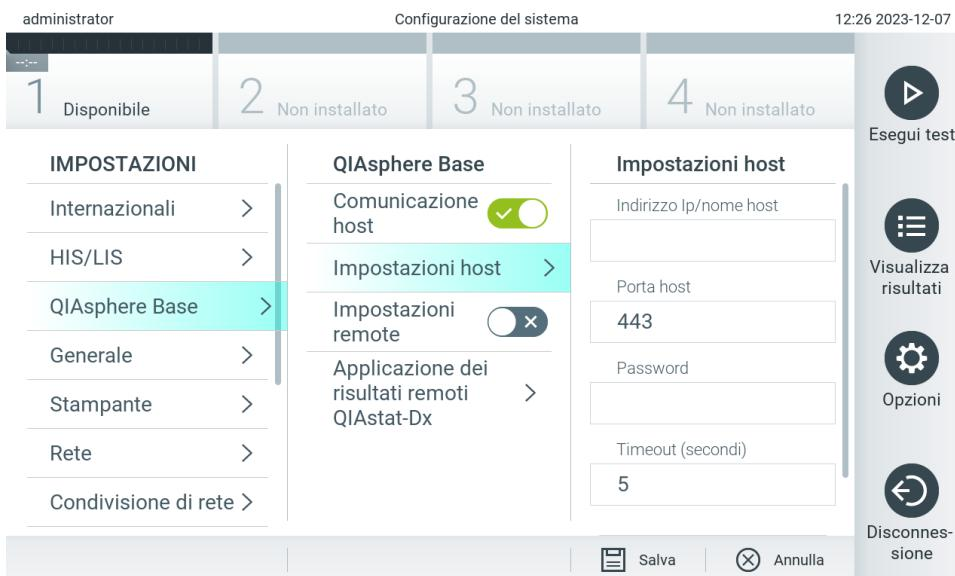

Figura 65. Configurazione della connessione di QIAsphere Base.
2. Selezionare QIAsphere Base dall'elenco Settings (Impostazioni) nella colonna di sinistra (Figura 65).